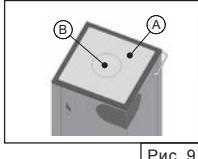
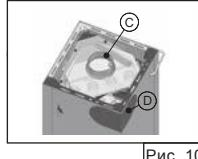
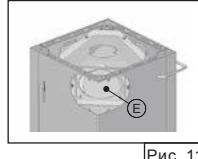

Рис. 9
Рис. 10
Рис. 11
Осторожно снимите верхнюю плиту (A) каминной печи (рис. 9) и уложите ее в защищенное место. При снятии верхней плиты необходимо следить за тем, чтобы монтированная на ней глухая крышка (B) (рис. 10) не упала и не повредилась.
После снятия верхней плиты привинченный к корпусу печи патрубок для подключения газоотводной трубы (С) (рис. 10) станет видимым. Демонтируйте его, выкрутив расположенные внутри винты с шестигранный головкой (SW 13). Теперь снимите задний лист перекрытия (D) (рис. 10), ослабив соответствующие винтовые соединения. После удаления листа перекрытия Вы увидите глухой фланец для подключения газоотводного канала сзади / сбоку (Е) (рис. 11). Отвинтите его.